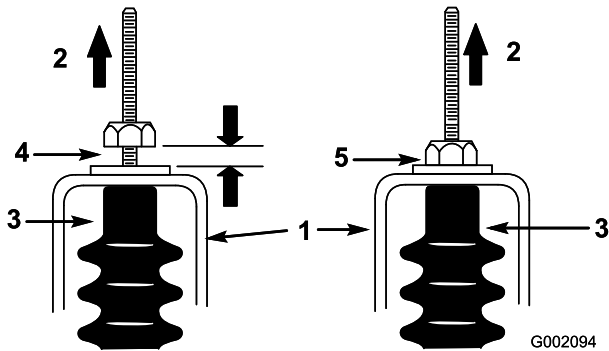

Figura 41
5. Tire hacia arriba de cada cable de cambio y asegúrese de que no haya holgura entre la tuerca/ arandela y la pletina de punto muerto (Figura 41). Si hay holgura, apriete la tuerca.